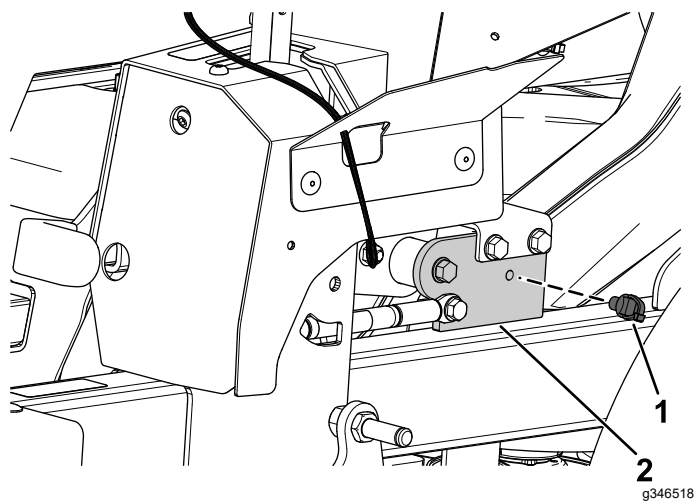

Figura 13
1. Instale o fixador de pressão frontal no suporte da alavanca do travão de estacionamento (Figura 13).